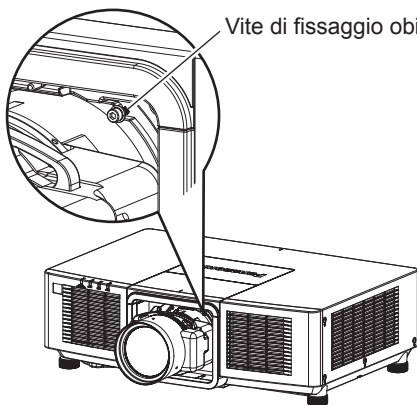

Fig. 1
1) Rimuovere la spugna antipolvere. (Fig. 1)
- 1) **Rimuovere la vite di fissaggio obiettivo. (Fig. 1)**